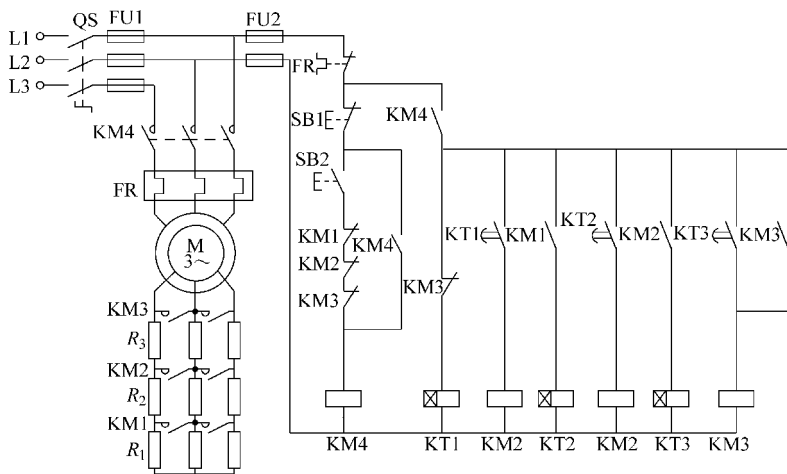

图 2-5 绕线转子异步电动机的起动控制电路
20. 简述图 2-5 所示绕线转子异步电动机的起动控制电路的工作过程。